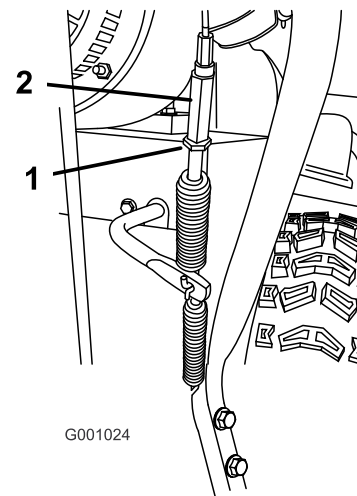

Figure 39
5. Desserrez l'écrou de blocage (Figure 39).
6. Desserrez ou serrez le tendeur de réglage de la tension du câble (Figure 39).